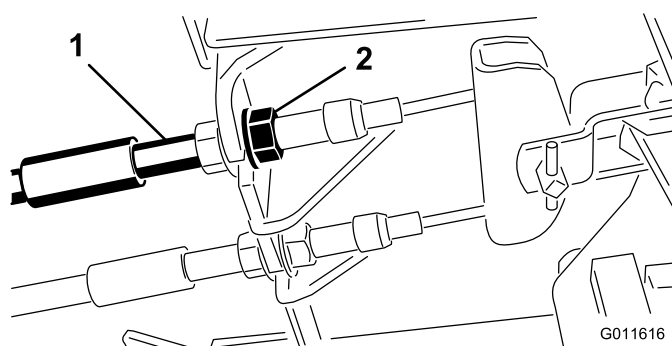

図 43
- 遊びを減らすブレーキを締めるには、ブレーキケーブルのネジ山の前ナットをゆるめ、後ろのナットを締める (図 43)。